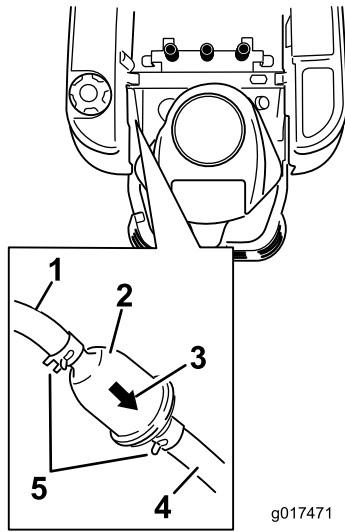

Figure 45
3. Trouvez le filtre à carburant sur le côté du moteur, comme illustré à la Figure 45.
4. Pincez les extrémités des colliers et éloignez les colliers du filtre (Figure 45).
6. Montez un filtre neuf en veillant à pointer la flèche indiquant le sens d'écoulement vers le moteur. Rapprochez les colliers de flexibles du filtre (Figure 45) pour le fixer en place.